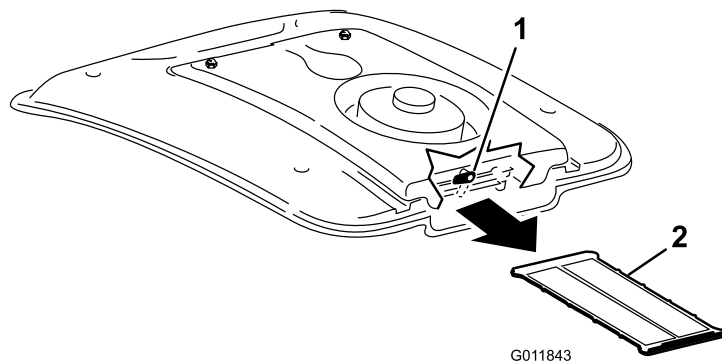

Bild 105
- Drehen Sie den Riegel hinten an der Lüfterbefestigung zur Seite (Bild 105).
- Schieben Sie das Klimaanlagegitter unter der Klimaanlage Spule heraus (Bild 105).
- Reinigen Sie das Gitter gründlich mit Druckluft (Bild 105).